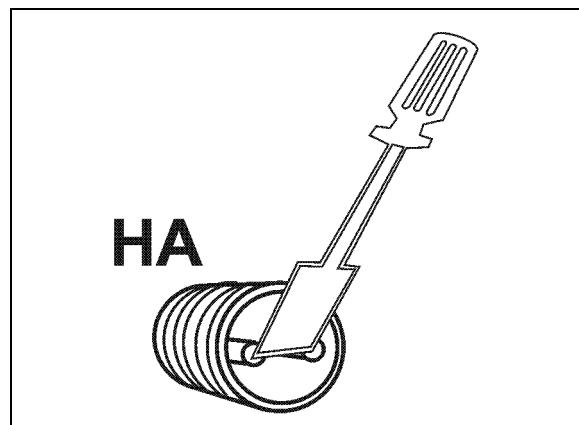

Fig. 13
3. Reliez plusieurs fois les pôles de la prise de connexion avec un petit tournevis (Fig. 13).